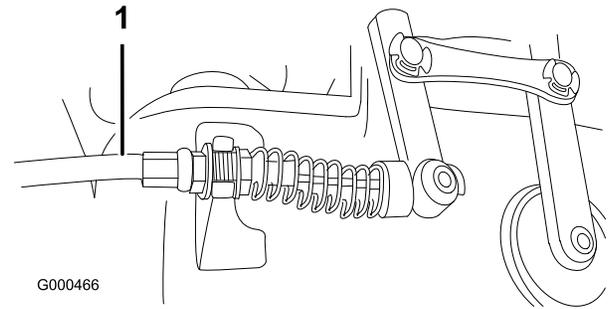

Bild 50
2. Wenn Sie die Zugspannung erhöhen möchten, lösen Sie die Klemmmutter des vorderen Zugs und ziehen Sie die Klemmmutter des hinteren Zugs an (Bild 50) (oben auf dem Getriebe), bis die Kraft des Spindelkabels zusätzlich 3,2 bis 4,5 kg Griffkraft, gemessen am Einstellhandrad, hinzufügt.